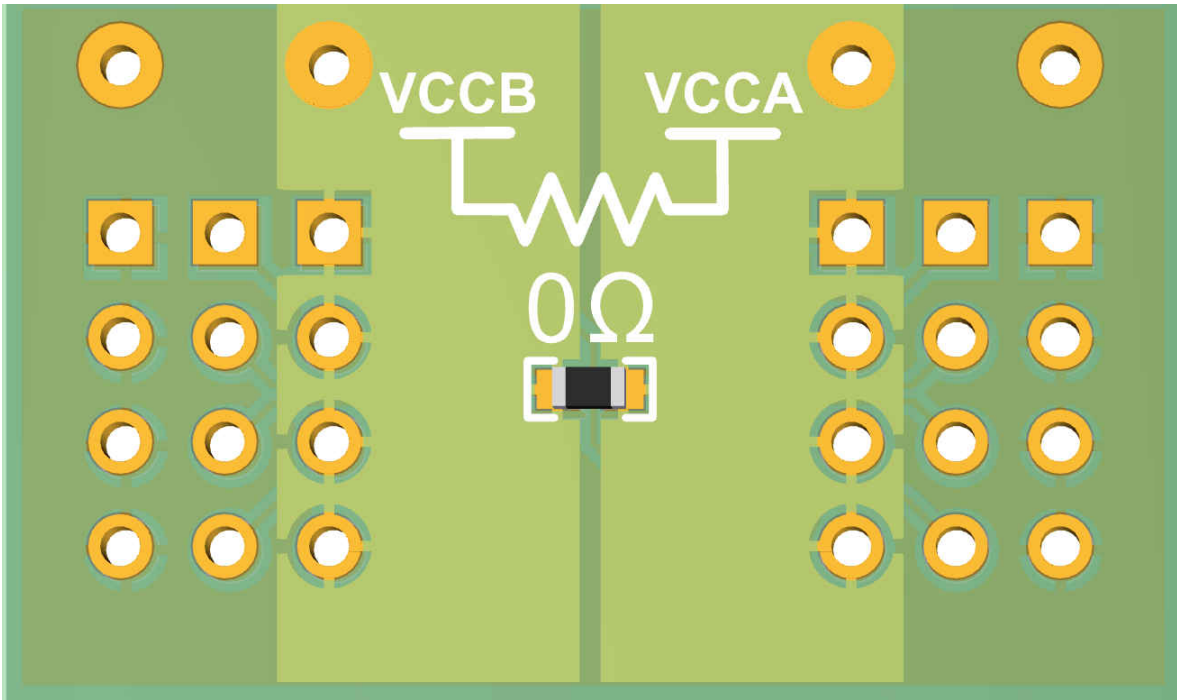

图 2-3. 单电源配置
3. 确保针对双电源或单电源器件相应地配置 EVM。EVM 默认配置为用于双电源器件，但可以使用 $0\ \Omega$ 电阻器轻松地将其配置为用于单电源器件。图 2-3 说明了如何实现该配置。